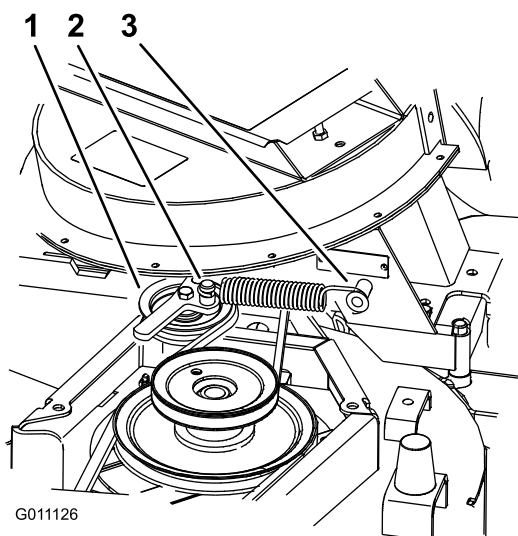

Bild 36
6. Setzen Sie die Feder ein, siehe Bild 36.